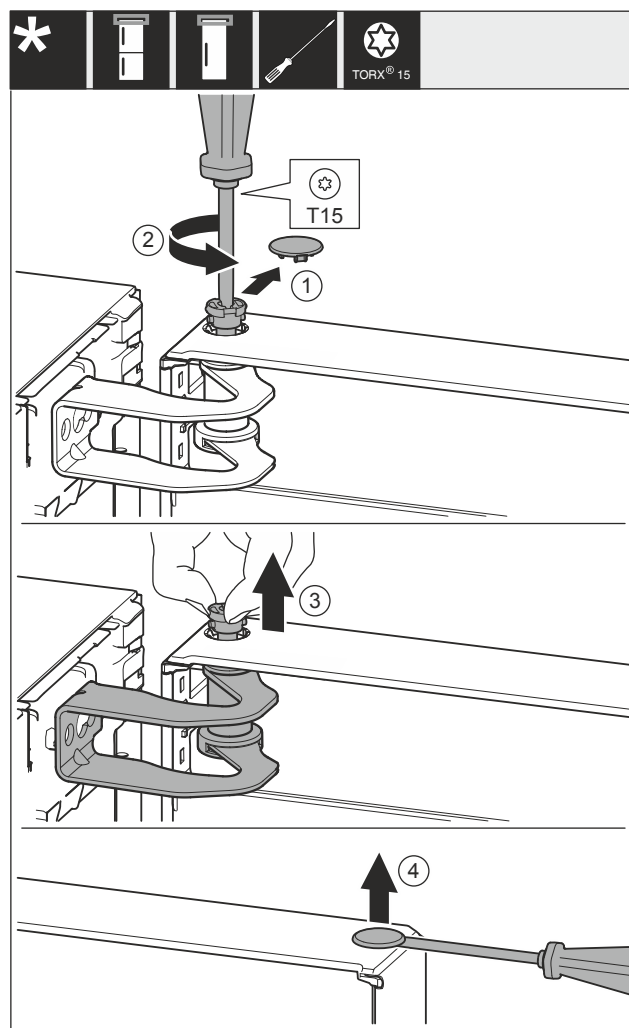

Fig. 9
- ▶ Óvatosan távolítsa el a fedelet Fig. 9 (1).
- ▶ Kissé tekerje ki a csapszeget Fig. 9 (2) csavarhúzóval.
- ▶ Húzza ki az ujjával a csapszeget Fig. 9 (3).
- ▶ Óvatosan emelje meg a fedelet Fig. 9 (4) csavarhúzóval, és távolítsa el.